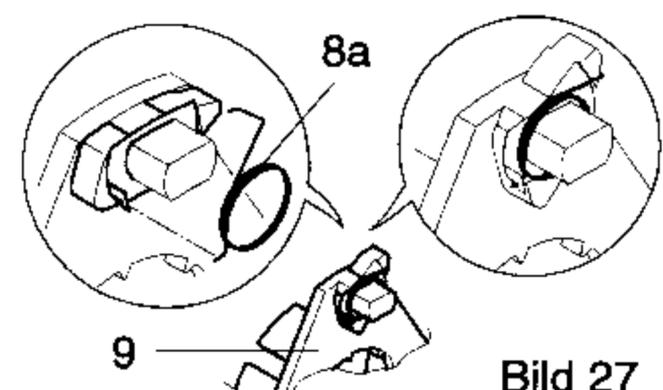

Bild 27
- Richtige Montage der **Federn (8a)** für die Klinken (8b) am Walzenführungsring (9) (Bild 27)